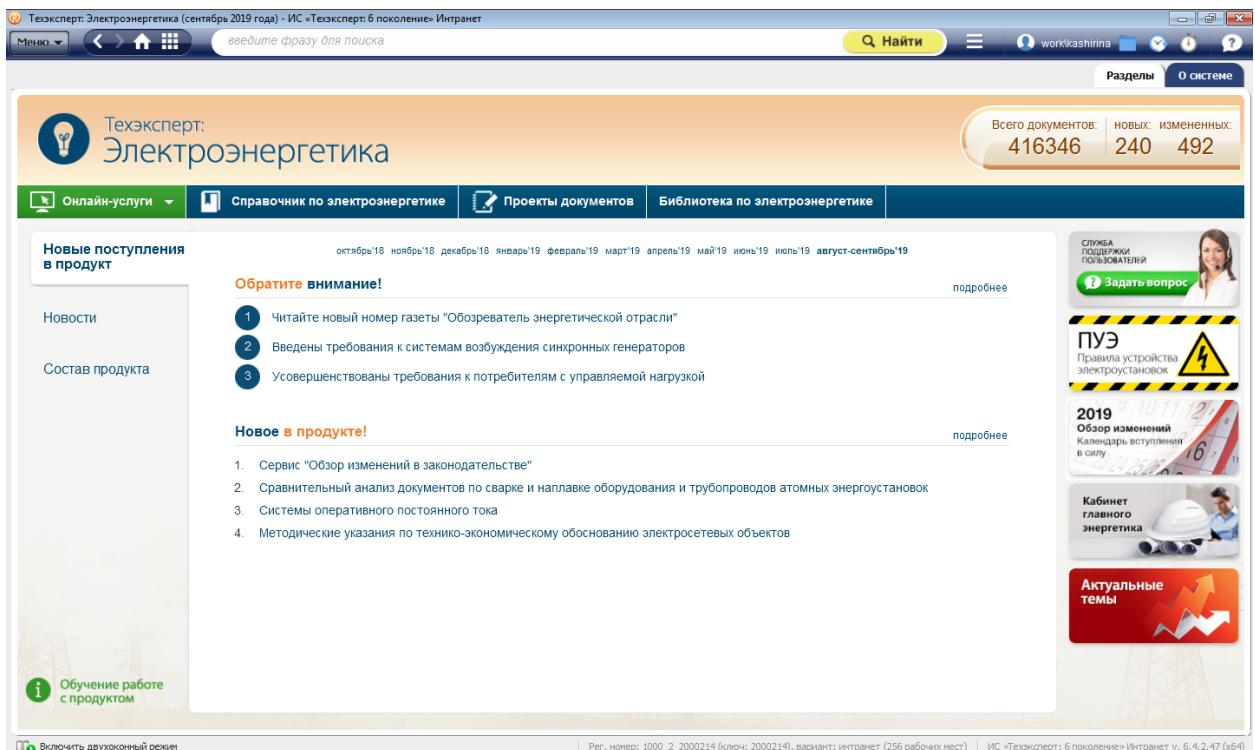

Рис. 30. Страница системы «Техэксперт: Электроэнергетика»
**Система «Техэксперт: Электроэнергетика»** (рис. 30) предназначена для специалистов электроэнергетической отрасли, работающих: